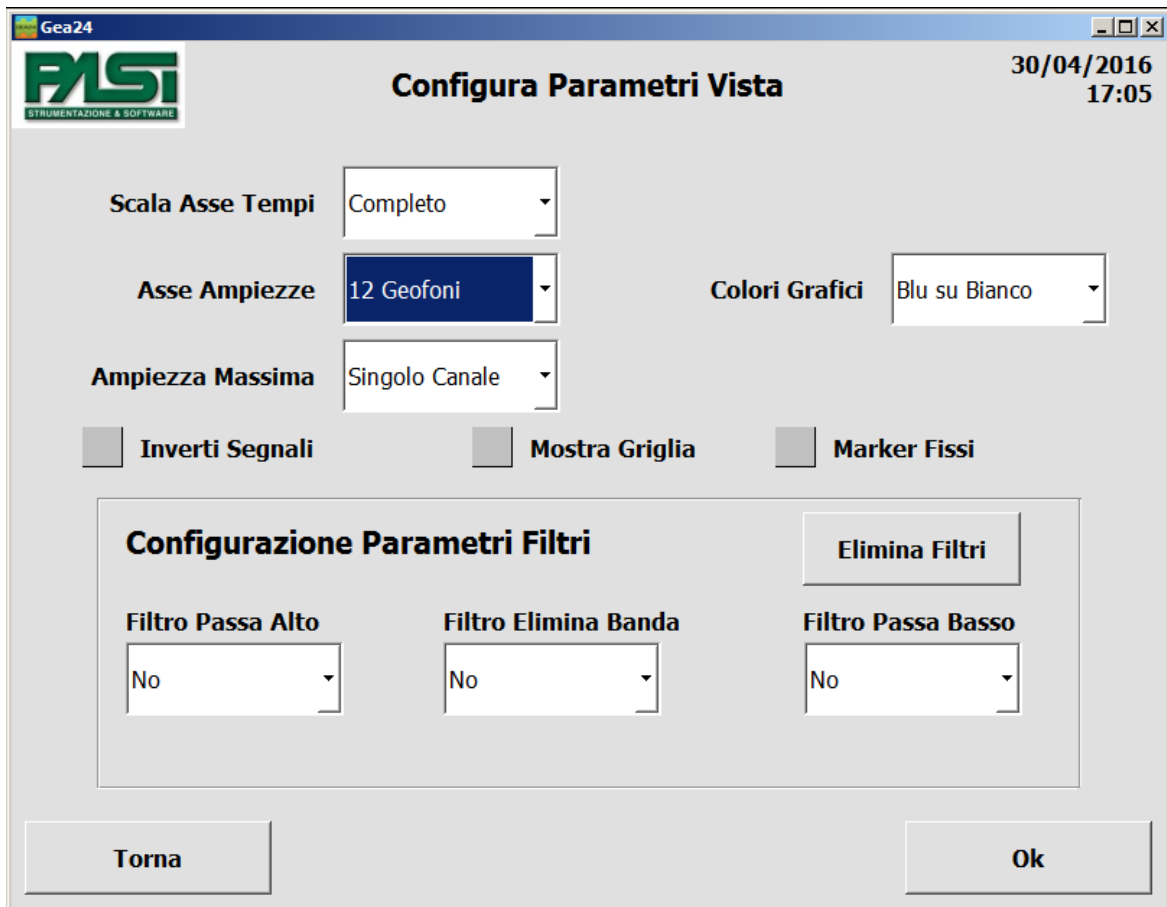

FIGURA 14 - FINESTRA DI CONFIGURAZIONE DEI PARAMETRI DELLA VISTA E DEI FILTRI.
- Vista - Cambia la modalità di visualizzazione dei segnali (vedi paragrafo 6.4.5.1, figura 14);